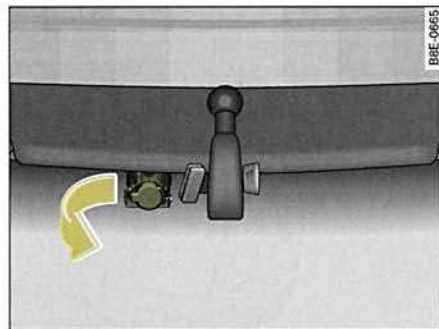

Fig. 202 Parachoques trasero: Pivotar hacia abajo la toma de corriente para el remolque
- Bascule hacia abajo la toma de corriente que se encuentra bajo el parachoques para conectar los cables del remolque ⇒ *página 227*, fig. 202.